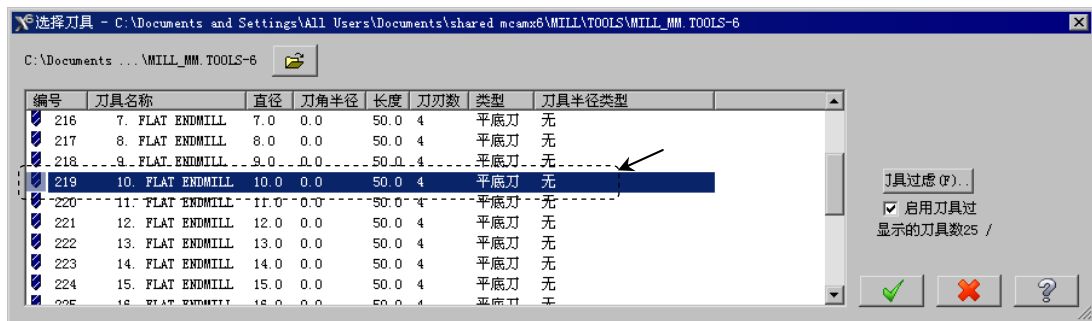

图 10.7 “选择刀具”对话框
Step5. 选择刀具。在“曲面粗加工挖槽”对话框中，单击 **选择刀库...** 按钮，系统弹出“选择刀具”对话框，在该对话框的列表框中选择图 10.7 所示的刀具。单击  按钮，关闭“选择刀具”对话框，系统返回至“曲面粗加工挖槽”对话框。